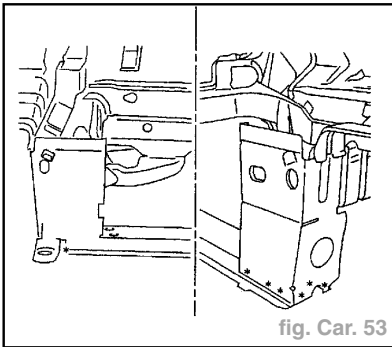

fig. Car. 53
- Dégraffer les points à l'aide d'une fraise de diamètre = **8 mm** (fig. Car. 53).